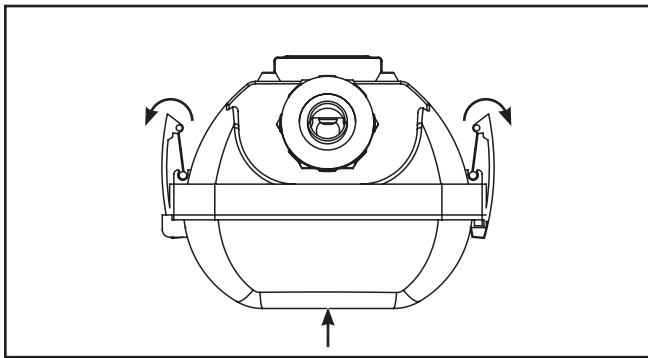

Figura 6.
7. Suelte los pestillos tirando de la parte superior del pestillo alejándolos de la carcasa (Figura 6). Retire la lente y déjela a un lado.